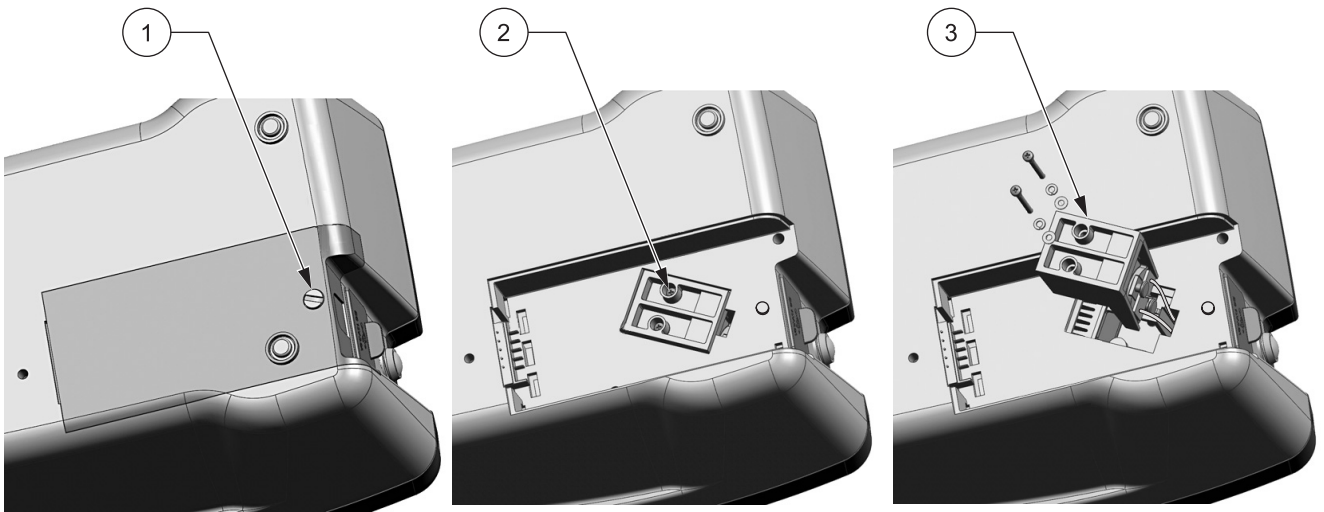

图 12 取出灯
8. 使用飞利浦螺丝刀取下灯座的螺丝 (图 12 参见页码 77)。